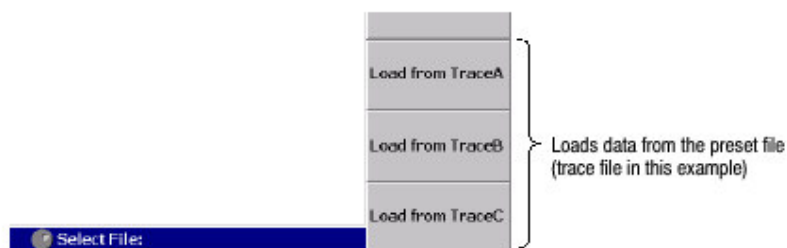

图 3-77 从重置文件加载（屏幕右下部）
4. 按步骤 4 选择你已保存的重置文件，按压 **Load from** 文件名来加载数据（见图 3-77 实例）。文件扩展名根据文件类型自动加载。